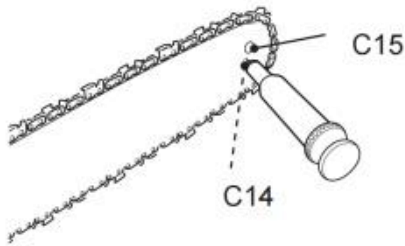

Fig. 69
2. Führen Sie mit einer Einweg-Schmierpistole die Nadelspitze in das Schmierloch (C14) ein und spritzen Sie Fett ein, bis es an der Außenkante des Kettenrads erscheint (Abb. 69).